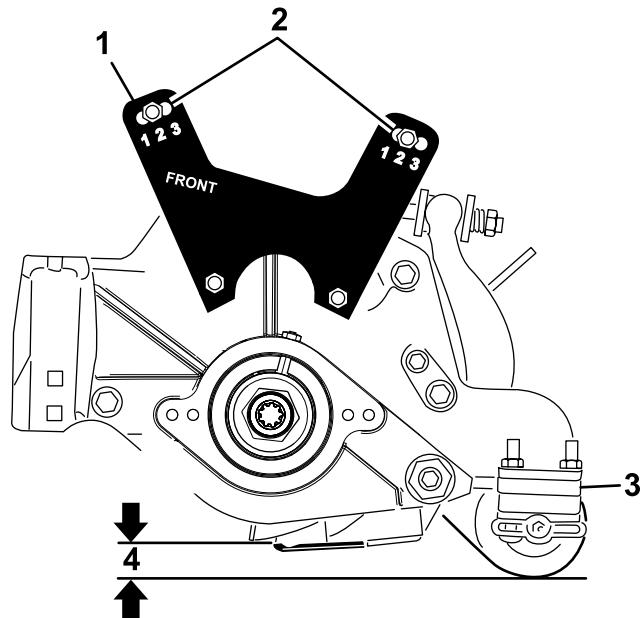

图21
- 如图21 所示将滚刀组降低到地面上测量地面与底刀顶部之间的距离。